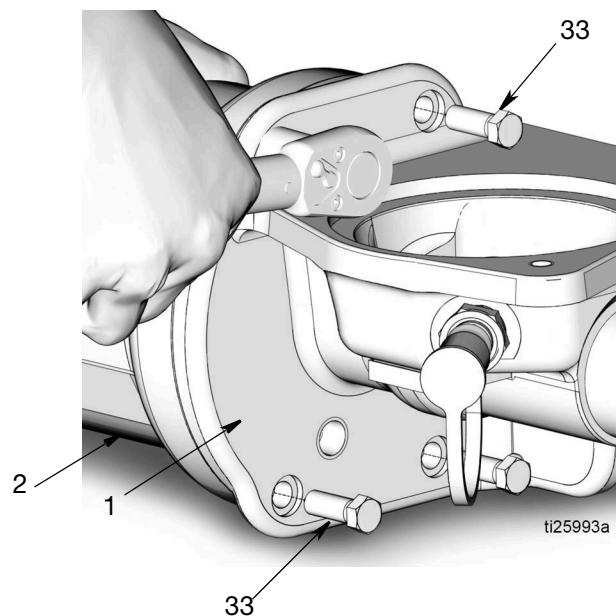

FIG. 17
14. Utiliser une douille de 3/8 pouce pour retirer les 4 boulons (33) maintenant le vérin pneumatique (2) sur la base de la pompe (1) (Fig. 17). Déposer le vérin pneumatique de la base de la pompe.